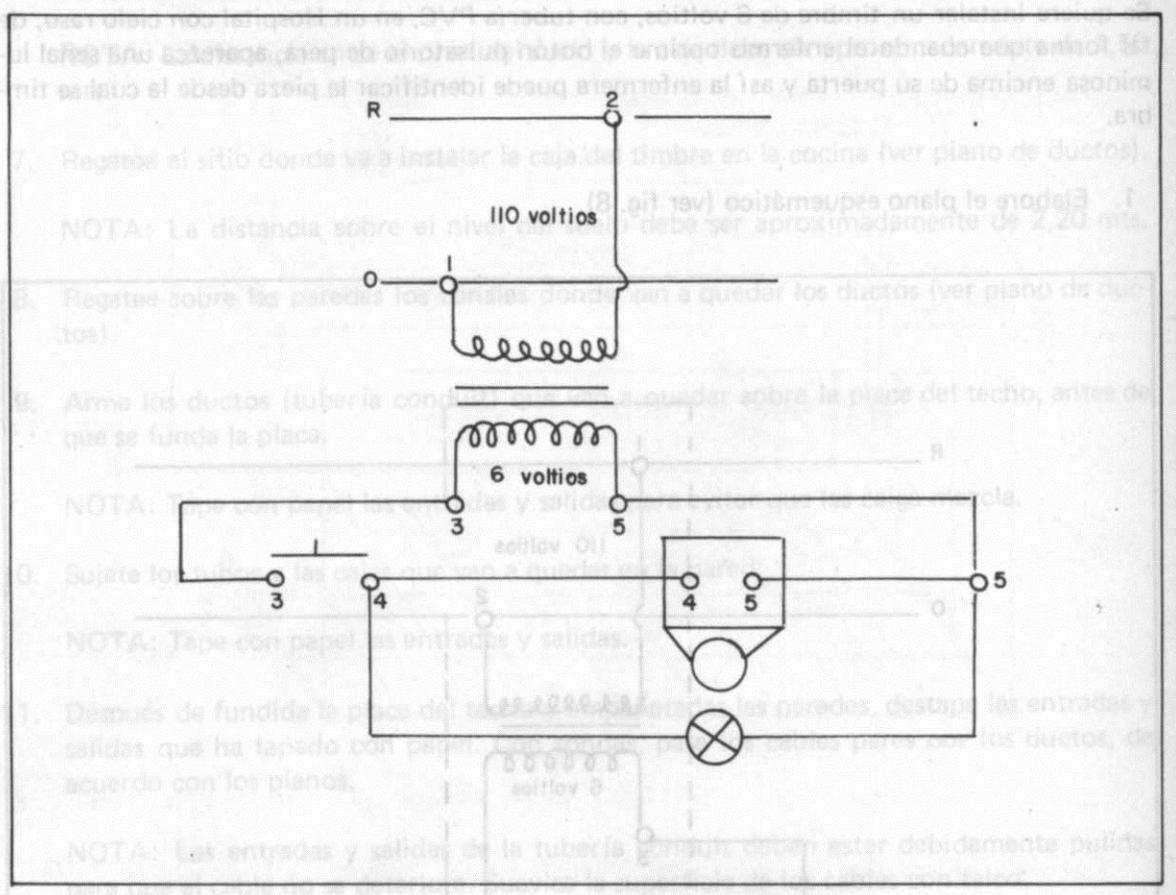

Fig. 9
2. Elabore el plano desarrollado según Normas ASA (ver Fig. 9).